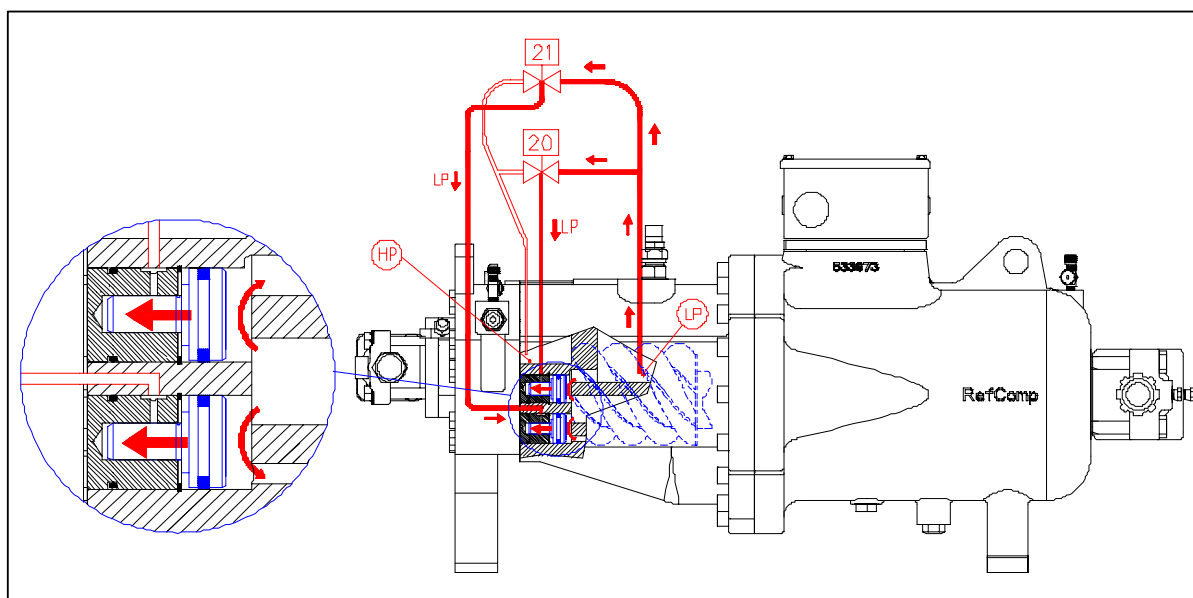

Рисунок 3-К: Модуляция производительности 50%. LP: низкое давление; HP: высокое давление;
Электромагнитные клапаны 20 и 21 приводятся в действие (см. Рисунок 3-К). Это устанавливает связь цилиндрических поршней с давлением всасывания (LP). Затем поршни (1) перемещаются влево под действием давления нагнетания роторов, открывая отверстия (2), которые пропускают 50% (25% + 25%) потока на сторону всасывания. Таким образом достигается регулировка нагрузки до 50%.